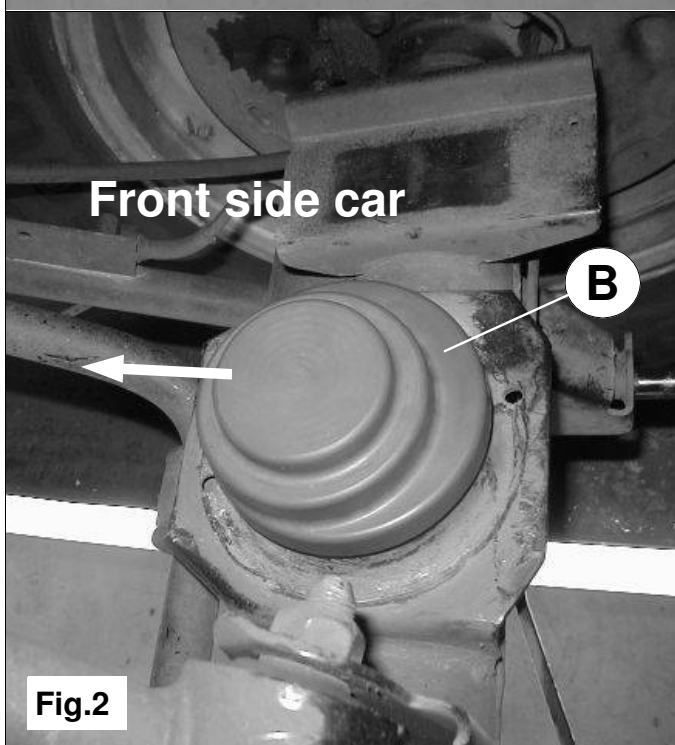

Fig.2
5. Monteer de hoofdveer met daar in de hulpveerset onder de auto. Zorg er voor dat de veerschotel **B** goed op de onderschotel geplaatst wordt, zodat de hulpveer zo ver mogelijk naar voren komt te staan. Zie fig. 2.